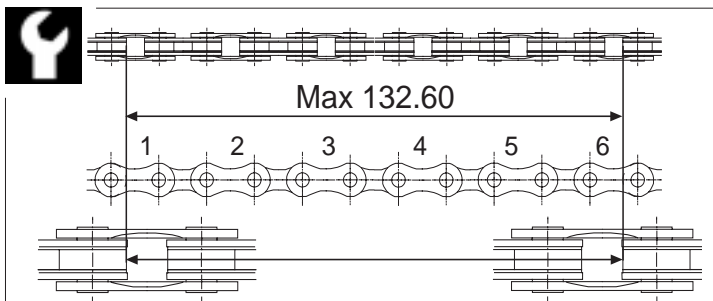

Fig. 10
- Use a high precision caliper gauge to measure, in different points of the chain, the length as indicated in fig. 10. If even one of the measurement is longer than 132.60 mm the chain must be replaced.
- Messen Sie durch eine Feinlehre den Abstand zwischen den Aufnahmhülsen von sechs äußeren Laschen in verschiedenen Punkten der Kette (wie in Abb. 10 bezeichnet). Ob mindestens einer solcher Abstände größer als 132,60 mm ist, muß die Kette ersetzt werden.
- Met behulp van een schuifmaat meet u de lengte, op verschillende plaatsen van de ketting, zoals is aangegeven in fig. 10. Als u in één van de metingen meer meet dan 132.60 mm dient de ketting vervangen te worden.